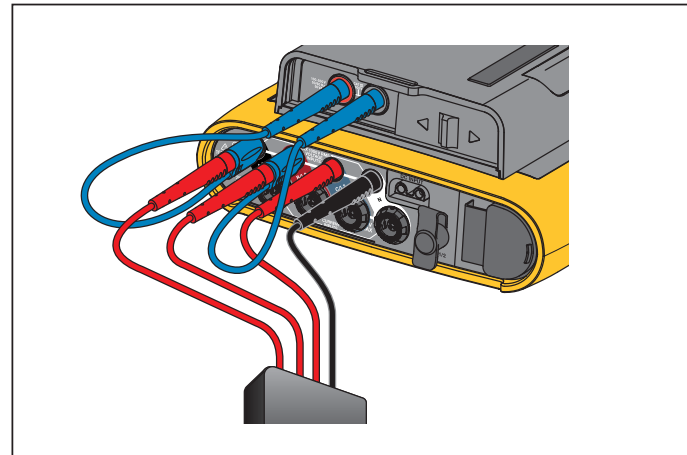

Abbildung 9. Messung ohne Neutralleiterspannung und Gerätestromversorgung
- Verbinden Sie B/L2 mit dem zweiten Netzteileneingang. Siehe Abbildung 9.